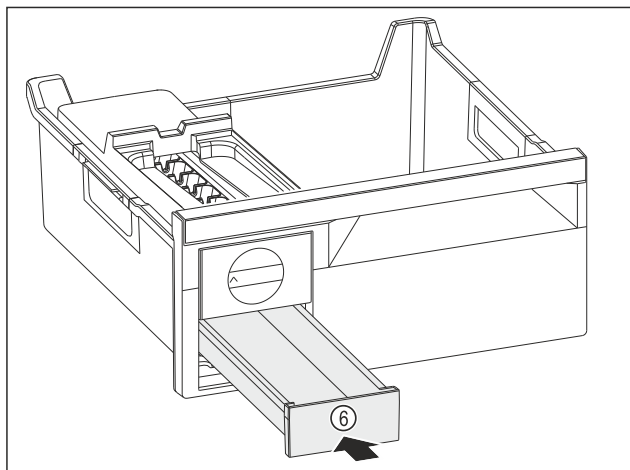

Fig. 193
- Skub isterningseskuffen Fig. 193 (6) ind.